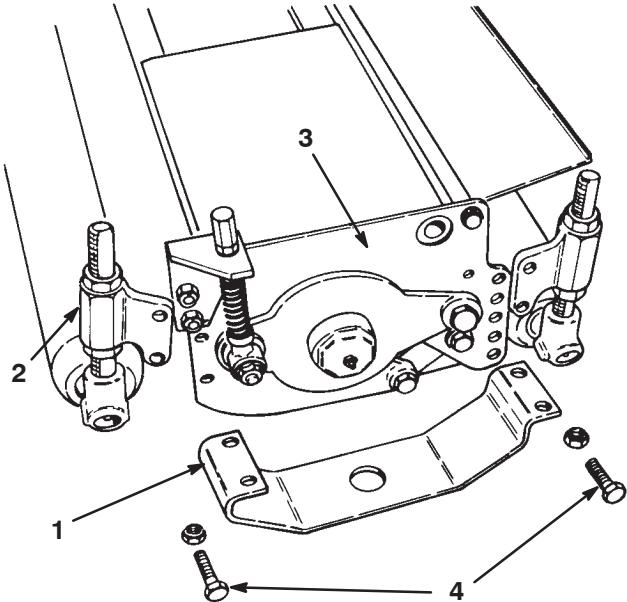
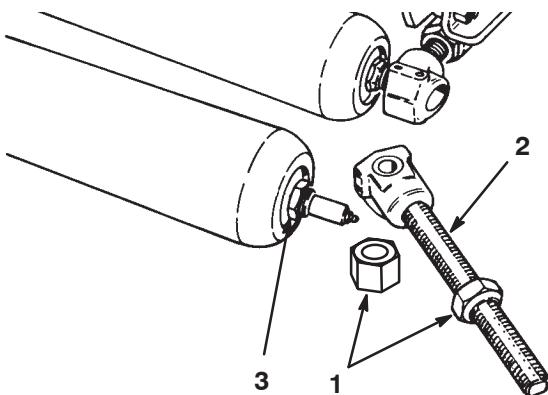

Bild 33
Bild 34
1. Nehmen Sie die Befestigungen ab, mit denen die Schutzvorrichtung und das Rolleneinstellgehäuse an der Seitenplatte befestigt sind (Bild 33). Sie können auch die konische Mutter abschrauben und die Gewindestange aus dem Einstellgehäuse herausnehmen (Bild 34).
2. Die Gewindestange und der Kranz können von der Rolle abgenommen werden. Schieben Sie sie an beiden Seiten von der Welle (Bild 34).
**Wichtig** Wenn Sie eine neue Rolle am Mähwerk montieren, befestigen Sie die Rolle, sodass die Sicherungsmutter der Rollenwelle an der rechten Seite des Mähwerks ist (Bild 34) (aus Fahrersicht vom Fahrersitz). Dies verhindert ein Lockern der Sicherungsmutter beim Einsatz.